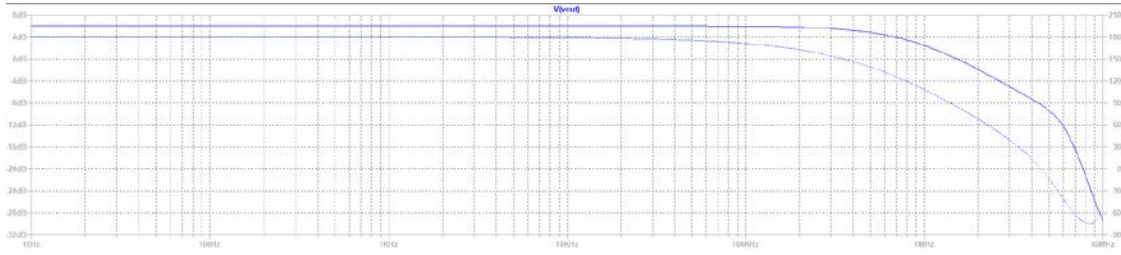

Figure 11
7. D'abord on double le gain d'amplificateur en augmenter R_2 de $1\text{k}\Omega$ à $2\text{k}\Omega$. Puis on peut obtenir l'allure en décibel dans Figure 11. Quand $\omega \rightarrow 0$, On trouve l'asymptote horizontale est 6dB , pour chercher la bande passante on doit mesurer le valeur qui vaut 3dB , et on trouve à ce moment-là la fréquence est 0.889MHz . Et on a bien